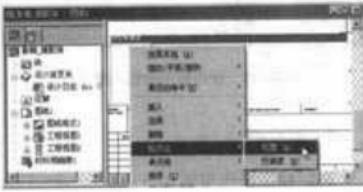

图 6-174 选择“格式化”命令来改变列宽
(2) 运用格式化工具。鼠标右键单击选择列，并在快捷菜单中选择“格式化”→“列宽”命令，如图 6-174 所示。弹出如图 6-175 所示的“列宽”对话框，在“列宽”文本框中输入新数值，单击“确定”按钮，即可更改该列的列宽。依次选择各列来更改各列的列宽，最后单击 $\checkmark$ （确定）按钮。